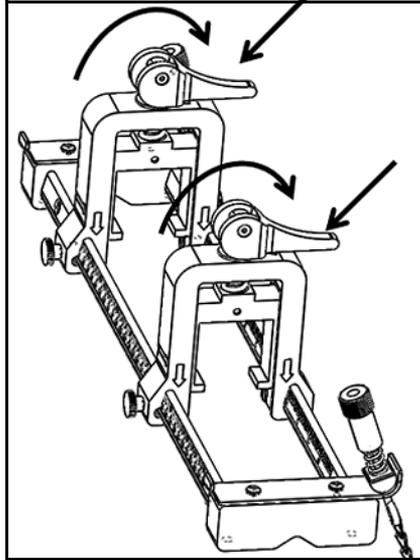

Figure 19 : Cames chargées
4. Déplacez les deux cames en position chargée de telle sorte que les supports à pince soient logés au maximum de leur position radiale (reportez-vous à la *Figure 19* ci-dessous).